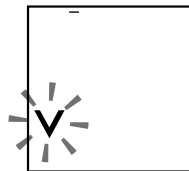

Рис.12
2. Нажмите кнопку START/STOP. На дисплее замигает символ сравнения «V» и прибор выпустит остатки воздуха из манжеты (рис.12).